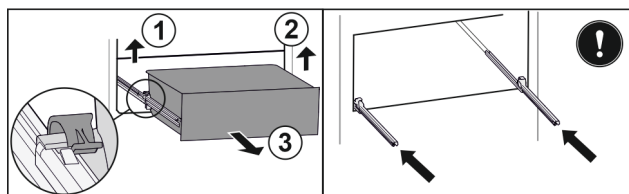

Fig. 35
- ▶ Emelje fel a bal oldali kapcsot, és ezzel egyszerre húzza előre felé a fiók bal oldalát Fig. 35 (1).
- ▶ Emelje fel a jobb oldali kapcsot, és ezzel egyszerre húzza előre felé a fiók jobb oldalát Fig. 35 (2).
- ▶ Vegye ki a fiókot előre felé Fig. 35 (3).